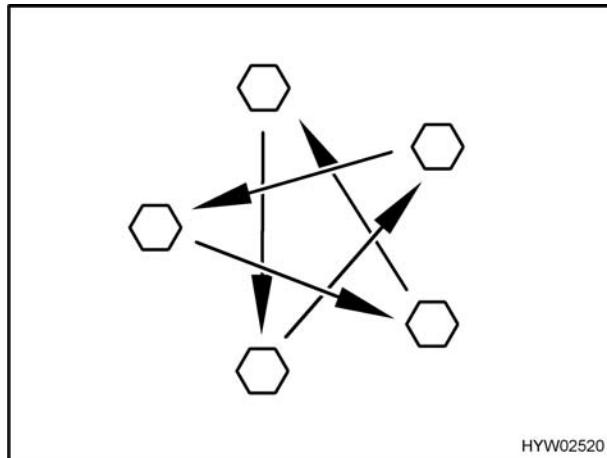

Fig. 215 Serrare a croce i dadi o i bulloni delle ruote
- Controllare regolarmente il serraggio dei dadi o dei bulloni. Regolare a croce (Fig. 215) il serraggio dei dadi o dei bulloni di una ruota sostituita dopo circa 50 km. Per il valore della coppia di serraggio consultare il paragrafo Coppia di serraggio.
- Serrare a croce i dadi o i bulloni delle ruote (Fig. 215). Per il valore della coppia di serraggio consultare il paragrafo Coppia di serraggio.